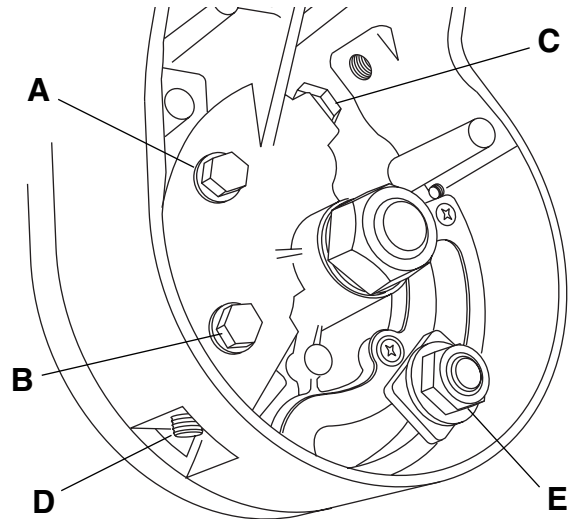

Figura 6. Calibración de la hoja a 0 grados (en ángulo recto con la mesa)
2. Afloje los tornillos de cabeza "A" y "B" con la llave de tuercas de 10 mm, cuando menos una vuelta completa (Figura 6).
3. Ponga la llave Allen de 4 mm en la herramienta universal y dentro del tornillo de ajuste "D" (Figura 6).
4. Afloje el tornillo de ajuste "D" con la llave de 4 mm, cuando menos 3 vueltas completas (Figura 6).
2. Ponga una llave de tuercas plana de 17 mm en la cabeza del tornillo "E" (Figura 6).